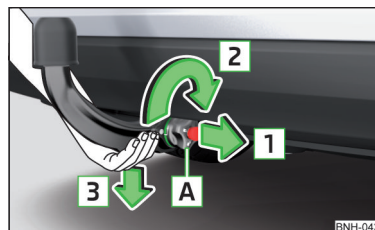

Fig. 226
- › Prindeți tija cuplei **din partea de jos** » fig. 226.